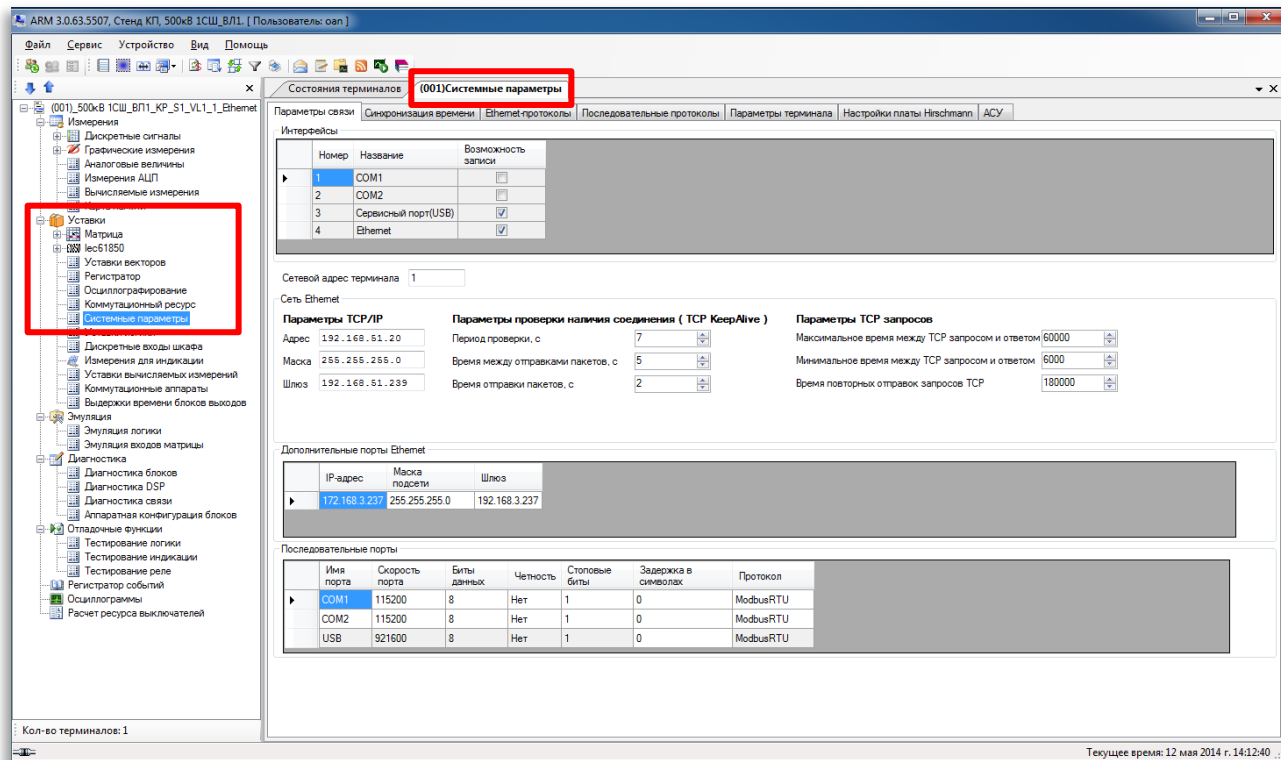

Рисунок 1 – Системные параметры
2.1.4 Выбрать пункт меню «дерева» терминала **Уставки** -> **Системные параметры**, откроется окно **Системные параметры** (см. рисунок 1).